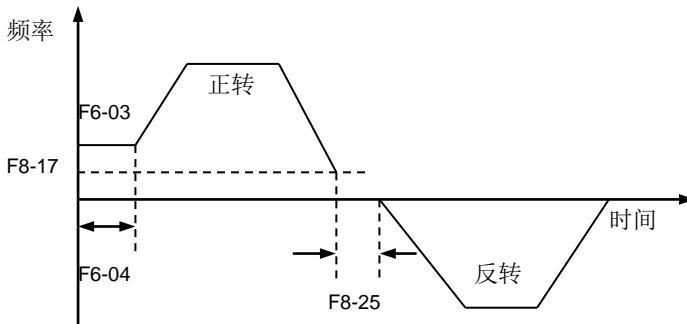

图 6-30 正反转死区时间
- 驱动器转向发生改变时，输出频率在 0Hz 处的过渡时间。如图 6-30 所示。